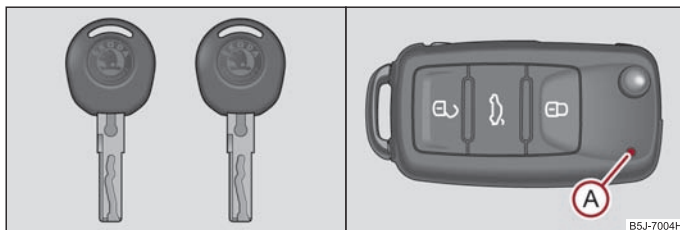
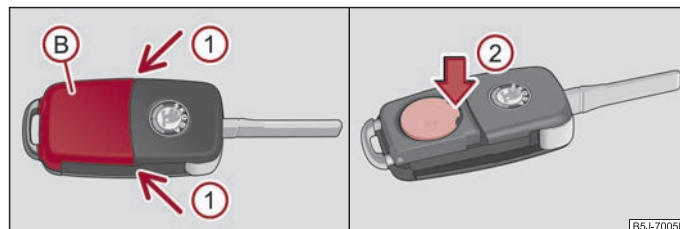

Fig. 23 Setul de chei fără telecomandă / Setul de chei cu telecomandă
Fig. 24 Telecomanda - scoaterea capacului / Scoaterea bateriei
La livrarea autovehiculului primiți două chei. În funcție de echipare, autovehiculul dumneavoastră poate fi echipat cu chei fără telecomandă ⇒ fig. 23 - stânga sau cu chei cu telecomandă* ⇒ fig. 23 - dreapta.
Fiecare cheie conține o baterie, care se găsește sub capacul (B) ⇒ fig. 24. Când bateria este descărcată, după apăsarea unei taste a telecomenzii, lampa de control de culoare roșie (A) nu clipește ⇒ fig. 23. Înlocuiți bateria în felul următor:
- Apăsați capacul în locul marcat cu săgeată ①, cu atenție.
- Prin apăsarea bateriei în jos, în locul marcat cu săgeată ②, scoateți bateria descărcată din cheie ⇒ fig. 24.